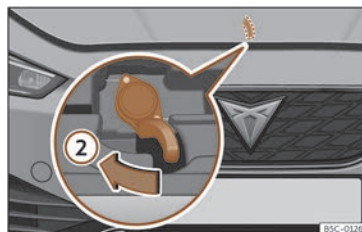

Fig. 216 Panca baixo o capó.
- »» **fig. 216 ②.** Os ganchos de suxeición quedan desbloqueados.